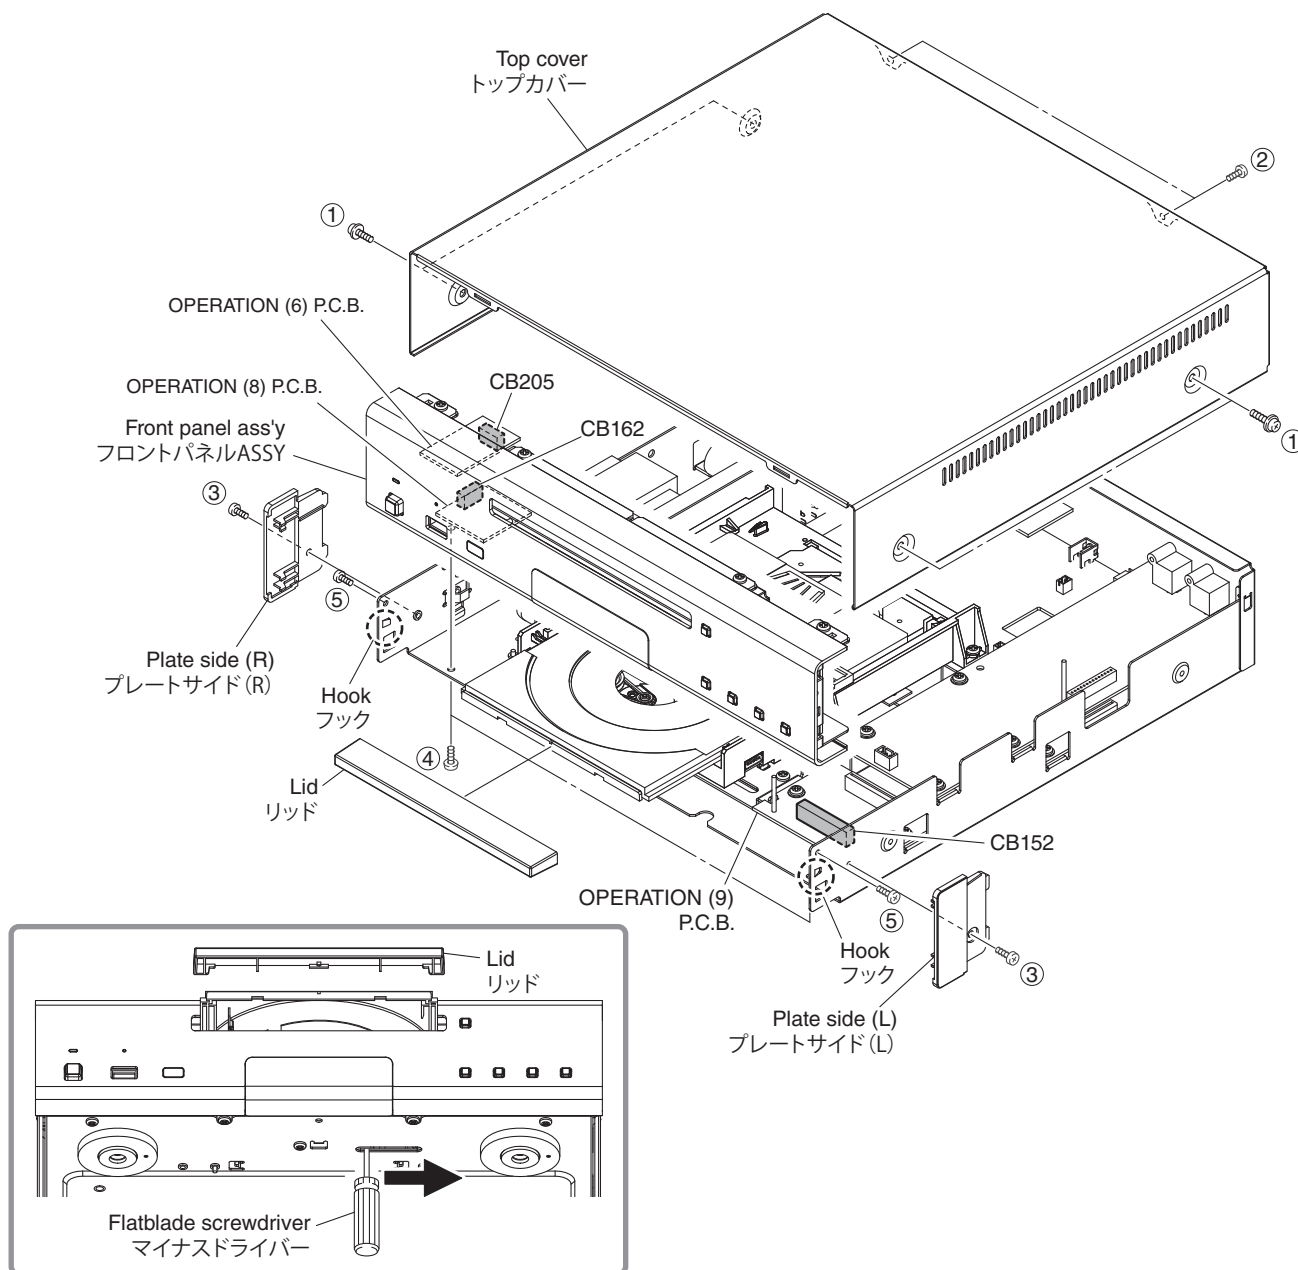

Fig. 1
- Remove 4 screws (①) and 2 screws (②). (Fig. 1)
- Remove the top cover. (Fig. 1)
- ①のネジ 4 本、②のネジ 2 本を外します。(Fig. 1)
- トップカバーを取り外します。(Fig. 1)
- Open the disc tray, remove the lid and close the disc tray. (Fig. 1)
- Remove 2 screws (③) and then remove the plate side (L and R). (Fig. 1)
- Remove 2 screws (④) and 2 screws (⑤). (Fig. 1)
- Remove CB152, CB162 and CB205. (Fig. 1)
- Release 2 hooks and then remove the front panel ass'y. (Fig. 1)
- ディスクトレイを開けてリッドを取り外し、ディスクトレイを閉じます。(Fig. 1)
- ③のネジ 2 本を外し、プレートサイド (L、R) を取り外します。(Fig. 1)
- ④のネジ 2 本、⑤のネジ 2 本を外します。(Fig. 1)
- CB152、CB162、CB205 を外します。(Fig. 1)
- フック 2 箇所を外し、フロントパネル ASSY を取り外します。(Fig. 1)